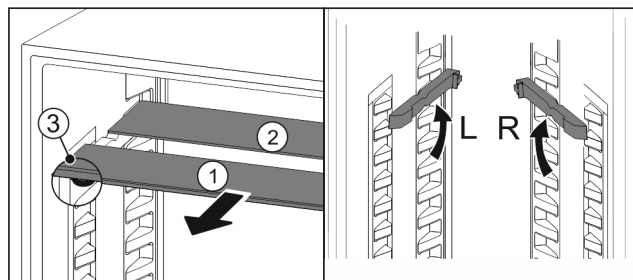

Fig. 46
- ▶ Steklene plošče posamično izvlecite Fig. 46 (1) naprej.
- ▷ Steklена plošča *Fig. 46 (1)* z okrasno letvijo je spredaj.
- ▷ Zaustavljalniki *Fig. 46 (3)* so obrnjeni navzdol.